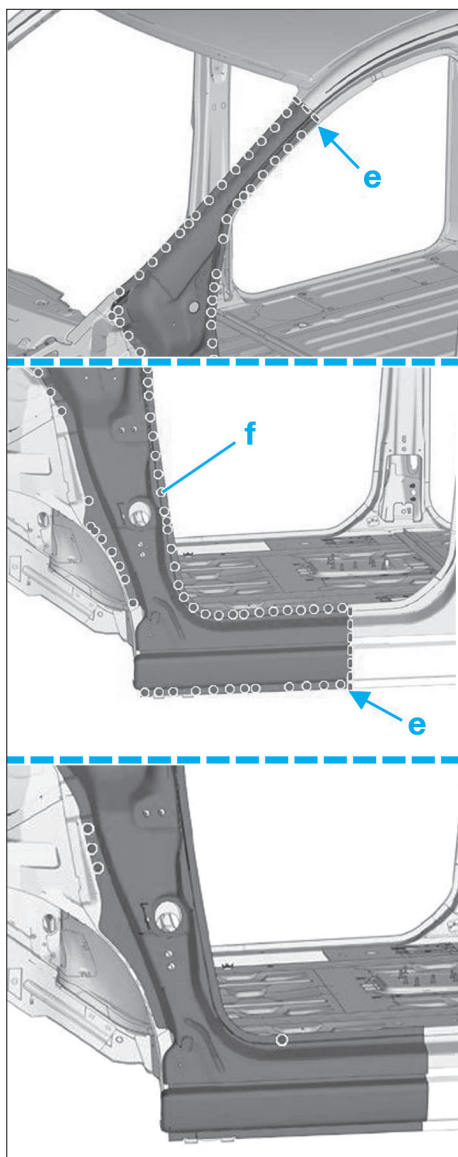

FIG. 47
- Souder par cordons successifs en (e) (Fig.47)